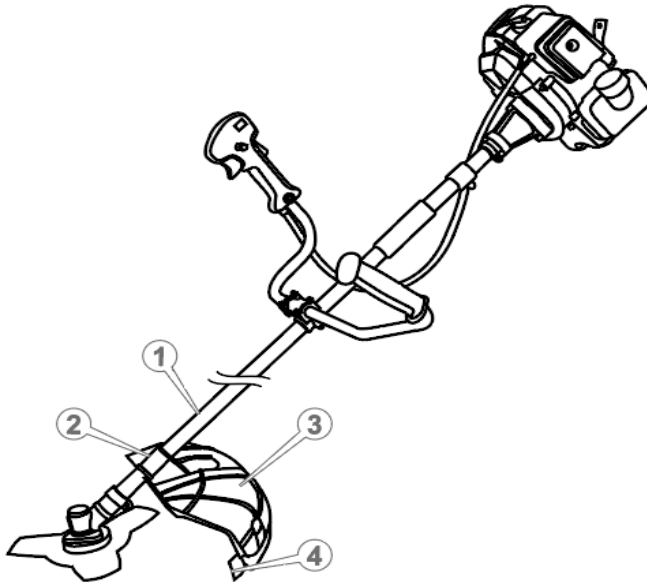

Рисунок 6. Схема встановлення захисного кожуха.
- встановити ніж (4, рис. 6) для обрізання жилки на захисний кожух (3, рис. 6) і надійно закрутити за допомогою фіксуючих кріплень;
- встановити захисний кожух (3, рис. 6) на штангу за допомогою комплекту кріплень так, щоб позиціонуючий отвір скоби (2, рис. 6) поєднався із відповідним отвором штанги (1, рис. 6), та зафіксувати гвинтами з комплекту. Переконайтеся в надійності кріплення захисного кожуха — прокручування не допускаються.
Жилка під час роботи зношується. Щоб замінити робочі кінці жилки – подати мотокосу до землі так, щоб різальний низ головки злегка короткочасно торкнувся корпусом поверхні землі, що призведе до виходу нової частини жилки, а зайва буде автоматично відрізана різальним ножем (4, рис. 6).